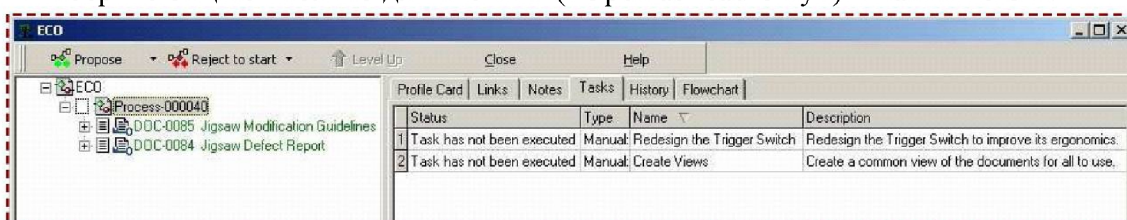

Рис. 62. Закладка «Tasks»
- Для просмотра назначенных задач перейдите на закладку «Tasks» (рис. 62).